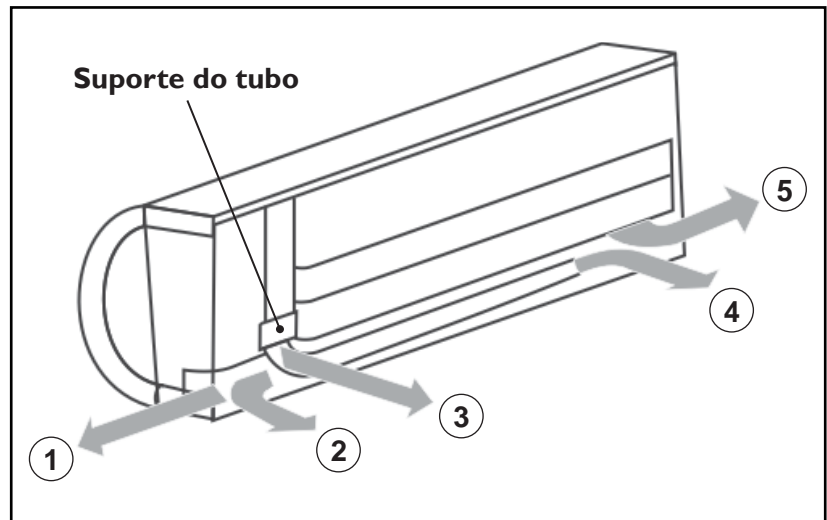

FIGURA 10 - TUBULAÇÕES
- A tubulação pode ser conectada em qualquer uma das direções indicadas na figura 10: